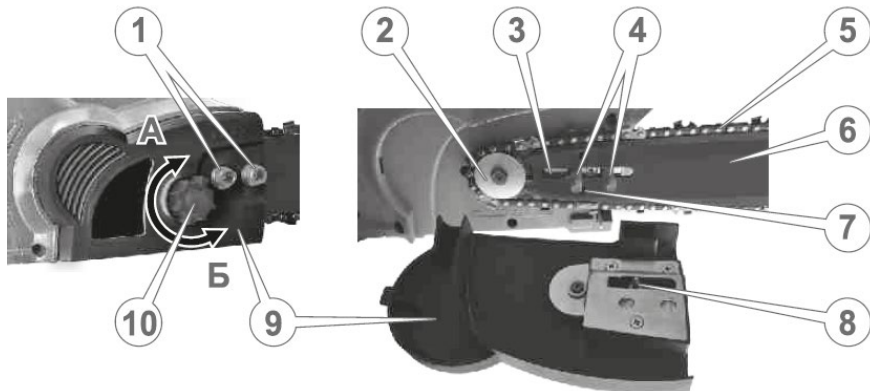

Рисунок 8. Схема встановлення різального блока на виріб.
6. Встановити довгий паз «шини» (6, рис. 8) з ланцюгом на затискні шпильки (4, рис. 8) і вирівняти за напрямним виступом (3, рис.3).
7. Накласти ланцюг (5, рис. 8) на ведучу зірочку (2, рис. 8) та вставити в паз «шини» хвостовики ланцюга. Проведення цієї операції почати із верхньої гілки шини. Посунути «шину» так, щоб ланцюг натягнувся.
8. Встановити захисну кришку (9, рис. 8), та зафіксувати її гайками (1, рис. 8), не затягуючи їх.
12. Налаштований різальний блок надійно зафіксувати нарізними фіксаторами (1, рис. 8) до упору.